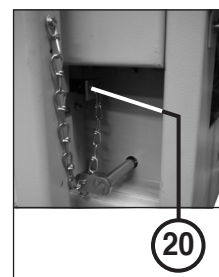

fig. 8
2. Fixer l'extrémité de la chaîne du verrouillage de l'interrupteur de fin de course (20) joint au destructeur de documents sur le socle support (21) de celui-ci, dans le trou prévu à cet effet (fig. 8).
3. Enfoncer l'actionneur (clé spéciale) du verrouillage d'interrupteur de fin de course (20) dans l'interrupteur de fin de course situé sur le compacteur (fig. 8).
a) S'allume, si la fiche de raccordement du compacteur n'est pas enfoncée dans la prise (19) sur le destructeur de documents. Simultanément, le voyant de contrôle (5) clignote.
b) S'allume, si l'actionneur du verrouillage d'interrupteur de fin de course (20) n'est pas enfoncé dans l'interrupteur de fin de course situé sur le compacteur (fig. 8).
c) S'allume, si le volet d'introduction (24) ou le volet d'éjection (25) n'est pas fermé.
d) S'allume, si le compartiment dans l'entonnoir (16) est complètement rempli de documents en raison d'un bourrage dans l'orifice d'introduction et si la machine a été arrêtée par le soulèvement du volet de protection. Pour plus d'informations, voir la rubrique « BOURRAGE SORTIE ».